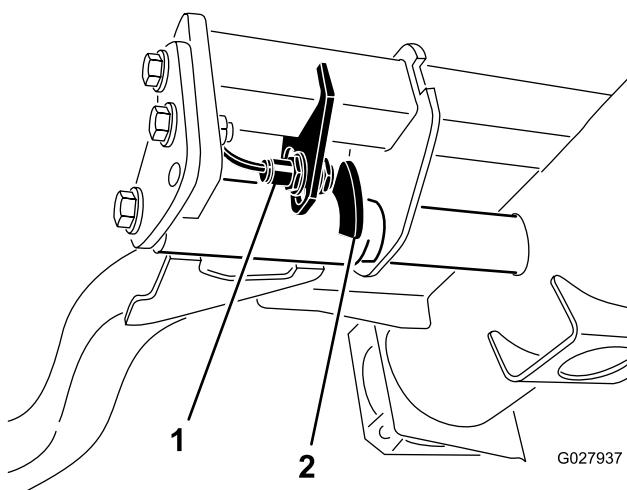

Bild 54
2. Der Hubarmschalter befindet sich unter dem Hydraulikbehälter hinter dem rechten vorderen Hubarm (Bild 54).
3. Lösen Sie die Befestigungsschrauben des Schalters und schieben den Schalter nach unten, um die Wendehöhe des Hubarms zu erhöhen, oder schieben Sie den Schalter nach oben, um die Wendehöhe des Hubarms zu verringern (Bild 54).